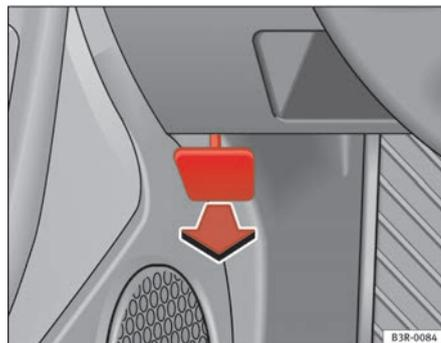

Fig. 162 Pormenor da zona dos pés do lado do condutor: manípulo para o desbloqueio do capô.
- Puxar o manípulo existente por baixo do painel de instrumentos ⇒ fig. 162 no sentido da seta.